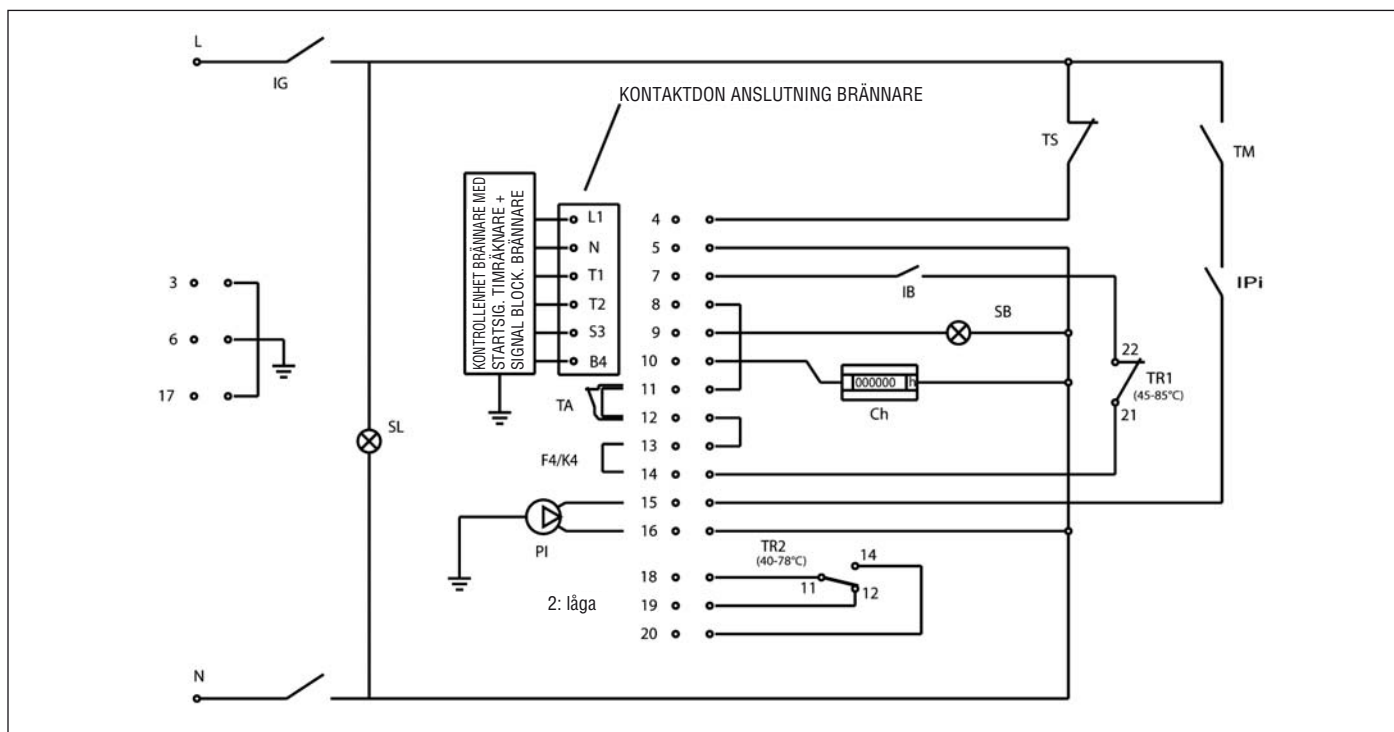

Fig. 17
7.2 Kopplingsschema för brännare och enfasig pump (Fig. 17)
10.4 Rengöring av pannan (Fig. 17)